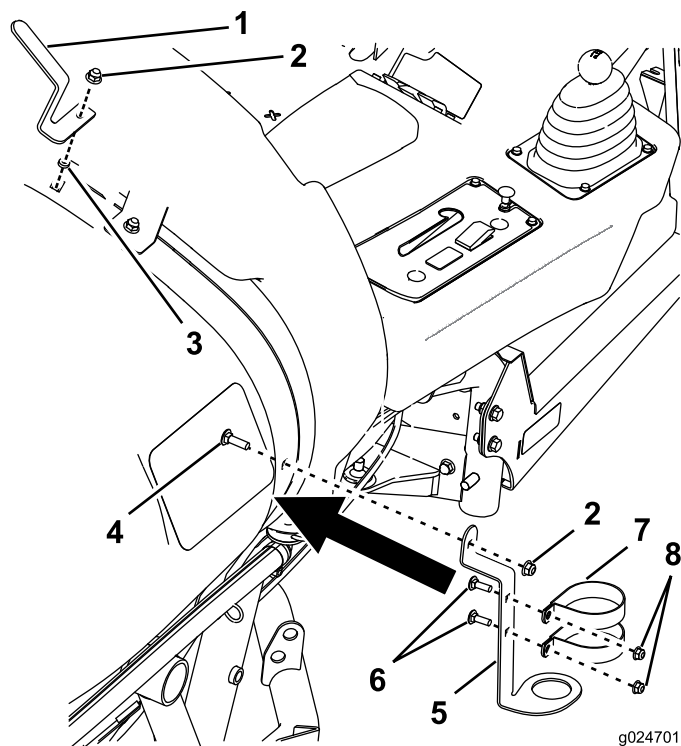

図 3
3. スプレーガン用ブラケットとホースマウントを取り付ける (図 3)。